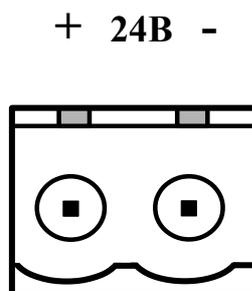

Рисунок 4 - Расположение контактов вилки питания =24 В
1.4.2.3 В исполнении с внешним питанием 24 В напряжение питания подаётся на двухконтактный штеккер (Рисунок 4). В комплект поставки входит ответная двухконтактная розетка с винтовыми клеммами для присоединения кабеля блока питания.